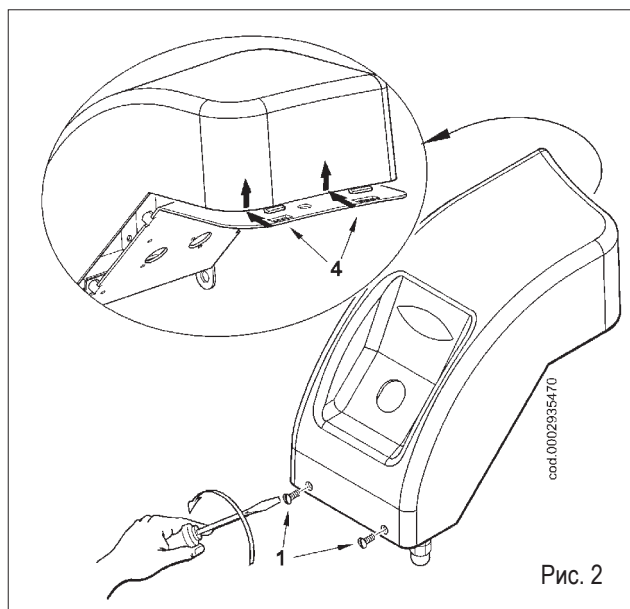

Рис. 2
- Чтобы получить доступ к компонентам щита, открутить два винта (1), слегка отодвинуть крышку для их отсоединения от опоры (рис. 2) и приподнять крышку.